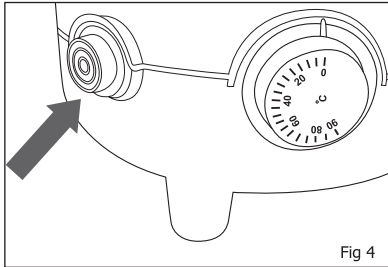

Fig 4
- Accendere l'alimentazione utilizzando l'interruttore verde (Fig. 4). L'interruttore si illumina quando l'apparecchio è acceso.